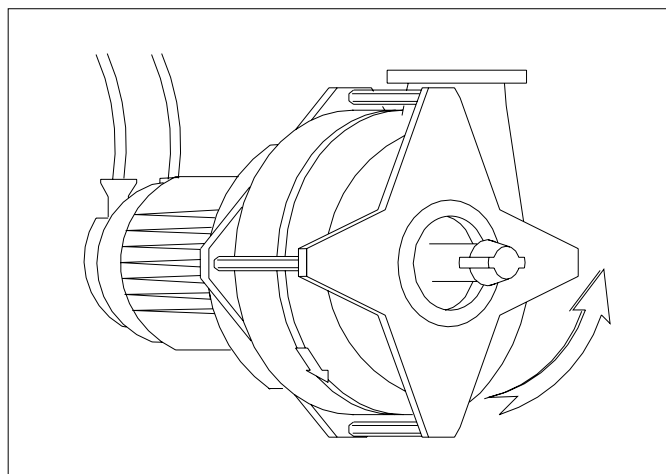

Fig. 5.2
- Leg de pomp horizontaal neer. De juiste draairichting is, door de zuigopening gezien, tegen de wijzers van de klok in. (zie pijl op het pomphuis Fig.5.2).